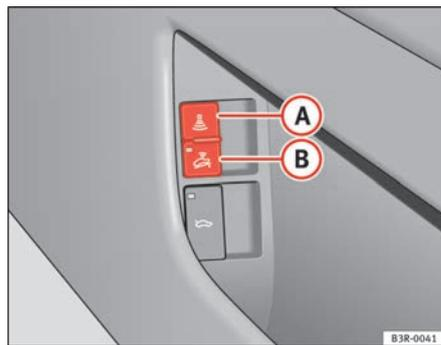

Fig. 79 Commande de surveillance de l'habitacle
- Ouvrez la portière et tirez sur la touche **(A)** portant le symbole  et située à côté du vide-poches dans la portière du conducteur ⇒ fig. 79.
- Ouvrez la porte et tirez sur la touche **(B)** portant le symbole  et située à côté du vide-poches dans la portière du conducteur ⇒ fig. 79.